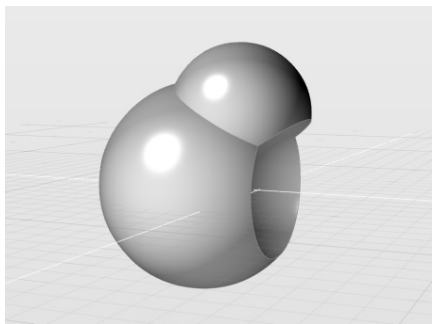

图 4-146 调整源对象球体的半径
3) 返回全局浏览器，尝试调整任意一个源对象球体的半径参数，获得更新结果如图4-146所示。